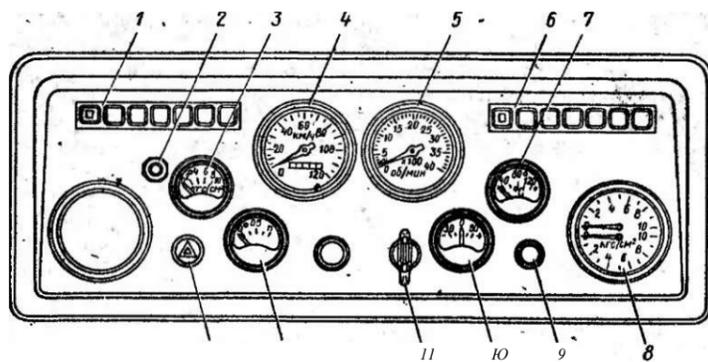

Рис. 17. Щиток приборов:
*Указатель 7 температуры охлаждающей жидкости* (рис. 17) показывает температуру жидкости в системе охлаждения, которая должна быть в пределах 80..98 °С. В шкалу встроен красный светофильтр сигнальной лампы перегрева охлаждающей жидкости, которая загорается при температуре выше 98 °С.